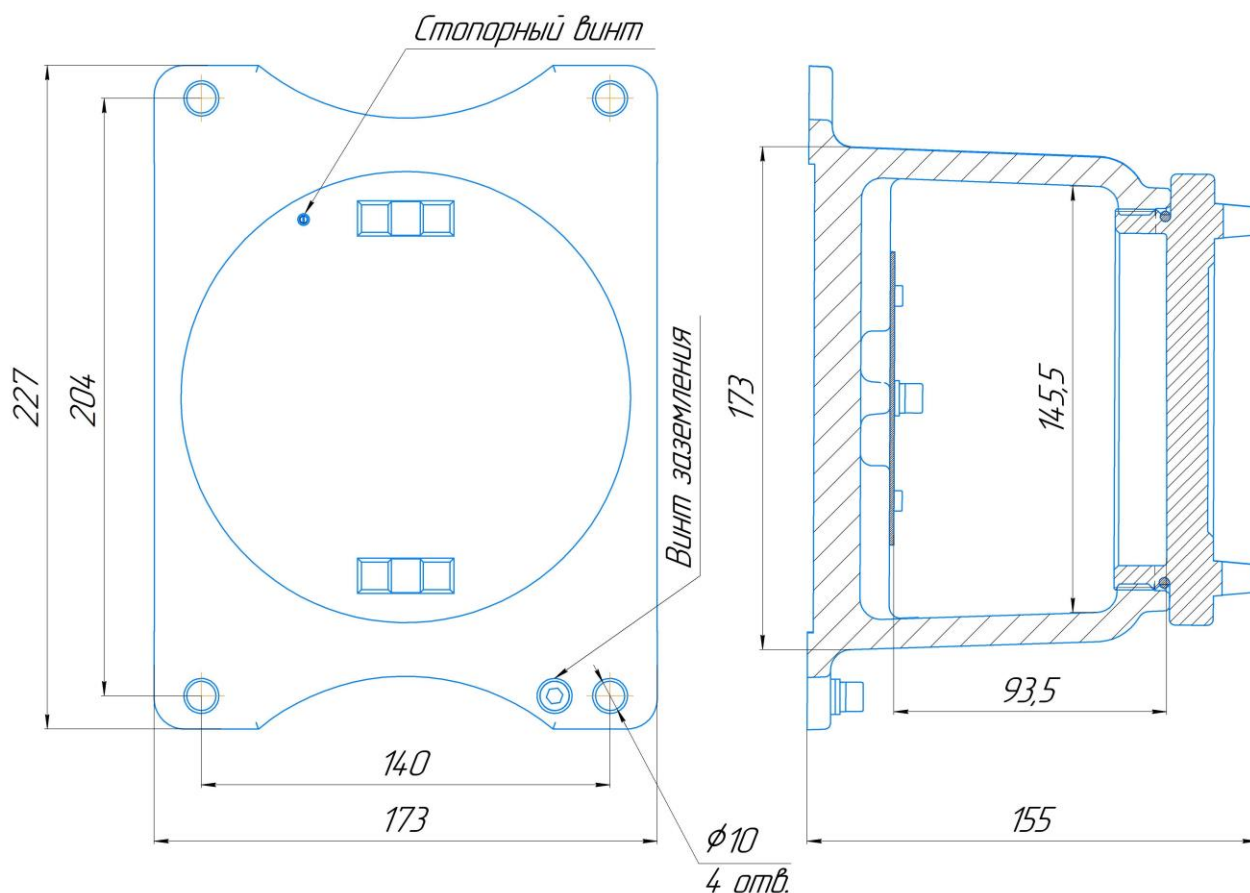
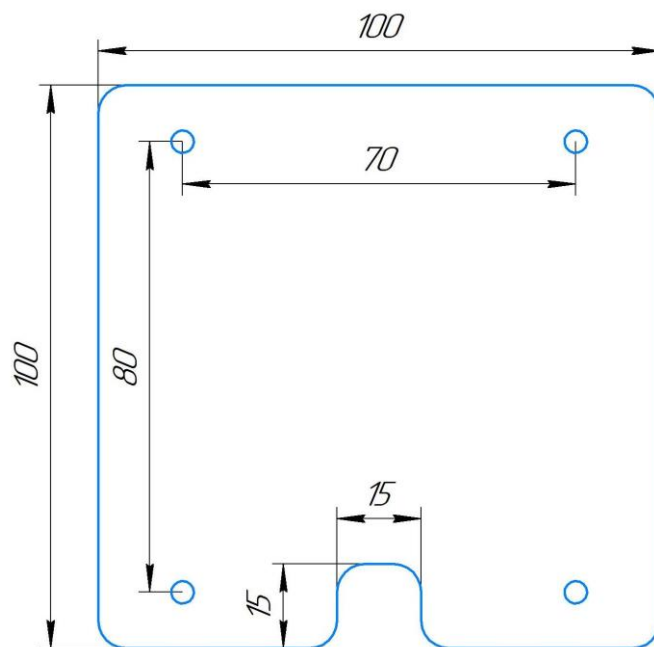

Рисунок 1 – Внешний вид и габаритные размеры Спектрон-ККВ-Exd-A
Рисунок 3 – Габаритные размеры монтажной панели Спектрон-ККВ-Exd-A и Спектрон-ККВ-Exd-A-C
Габаритные размеры коробки указаны на рис. 1 и 2, габаритные размеры монтажной панели, установленной внутри коробки указаны на рис. 3.
- разметить место крепления коробки к рабочей поверхности, рис. 1 и 2;
- для предотвращения от самоотвинчивания крышки, необходимо закрутить стопорный винт, рис. 1 и 2.